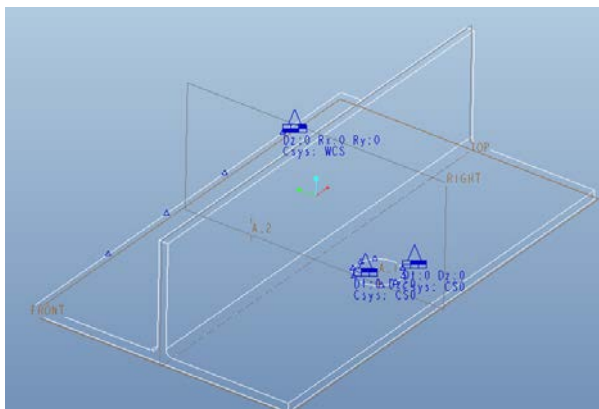

Рис. 13. Пример создания болтового закрепления
- Должно получиться как на рис. 13.